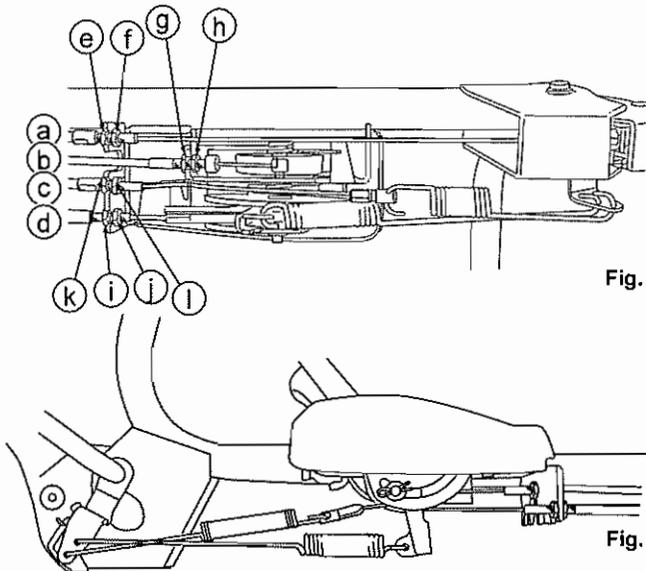

Fig. 24.
8.5.1 Manette des gaz (Voir Figs. 24 et 25.)
- 4 Démarrez le moteur et vérifiez que le moteur s'arrête bien complètement lorsque la Manette des gaz (E) est placée en position "STOP".
8.5.2 Levier de la lame (Voir Figs. 24 et 26.)
8.5.3 Levier d'embrayage (Voir Figs. 24 and 27.)
- 3 Vérifiez que la machine peut être tirée vers l'arrière lorsque le Levier d'embrayage (B) est relâché.
8.5.4 Levier de changement de vitesse (Voir Figs. 24 et 28.)